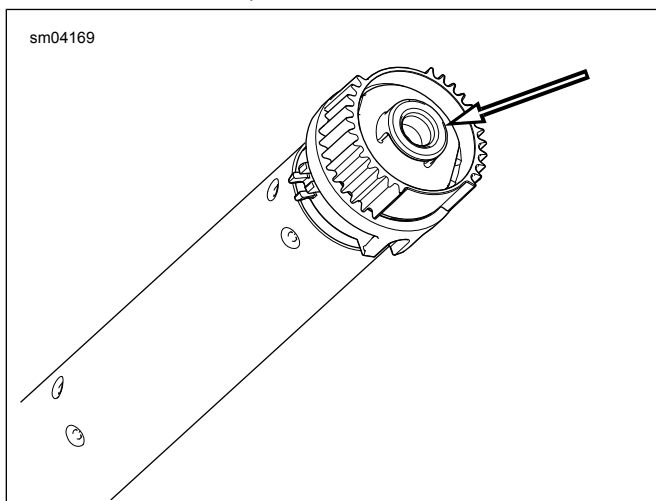

Figura 4. Scoateți capacul de etanșare
- Consultați Figura 4 . Introduceți o șurubelniță subțire sau orice alt instrument cu lama plată în zona plată de pe o latură a capacului de etanșare.